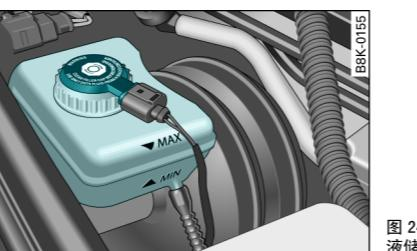

图 246 发动机舱：制动液储液罐上的标记
- 察看制动液储液罐上的液位 ⇒ 图 246。此液位必须总是保持在标记“MIN（最低）”和“MAX（最高）”之间。